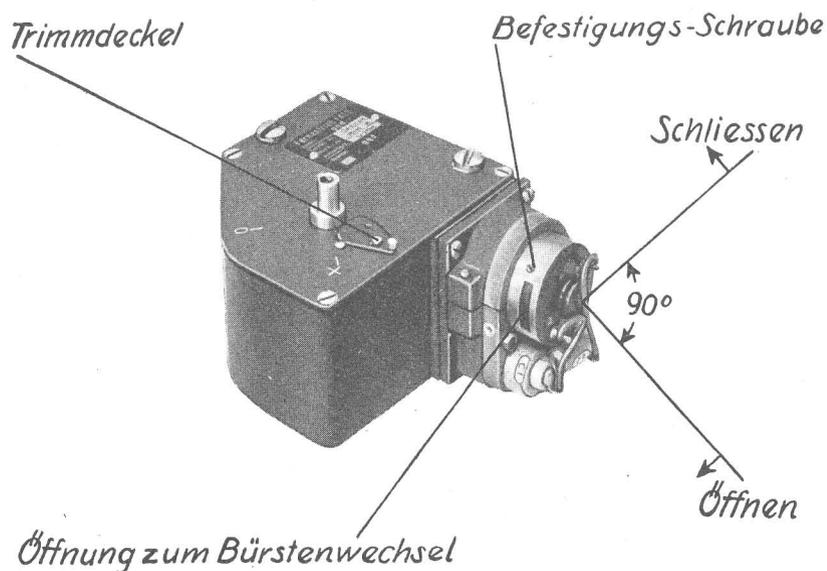

Abb. 6
Eine vorgesehene, durch Klappe abgedeckte Bohrung durch den FA 16 ermöglicht den Zugang zu dem Trimmer der Geräte Fu G 16 und Fu G XVII, wenn der Drehknopf in Nullstellung ist (s. Abb. 6).
**Der Antriebsmotor** (Abb. 6) ist für Kurzbetrieb, höchstens 5 Minuten. Er hat ein permanentes Feld und darf deshalb nicht auseinandergenommen werden.